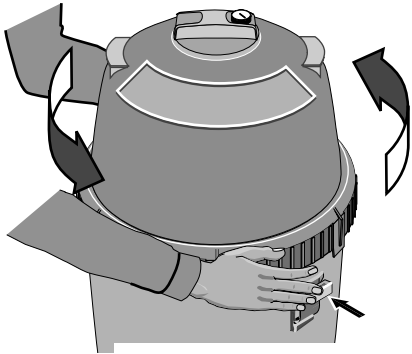

Figura 4 – Oprima el pasador de seguridad para destornillar el aro Posi-Lok™.
- a. Oprima el pasador de seguridad (debajo del aro) hacia el tanque para aflojarlo (consulte la Figura 4).